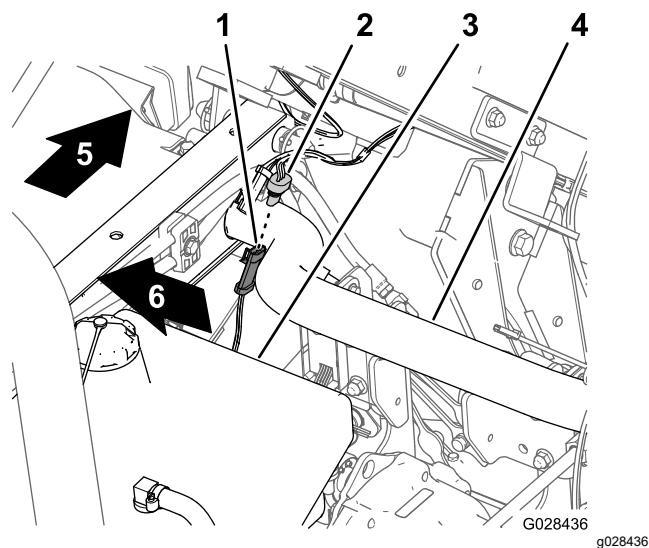

Figura 17
1. En el arnés de cables del fumigador, localice el conector hembra de 3 vías del circuito del sensor de velocidad (Figura 17).